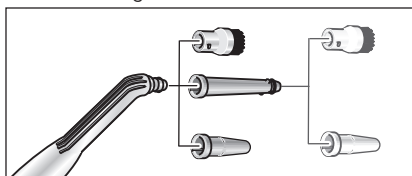

Fig. 6 : pièces démontables pour la buse à jet crayon
- Afin d'augmenter la capacité de nettoyage lors du travail avec la buse à jet crayon (D1), vous pouvez l'utiliser avec la rallonge (D2), la brosse ronde (D3) ou la buse turbo (D4) (voir fig. 6).